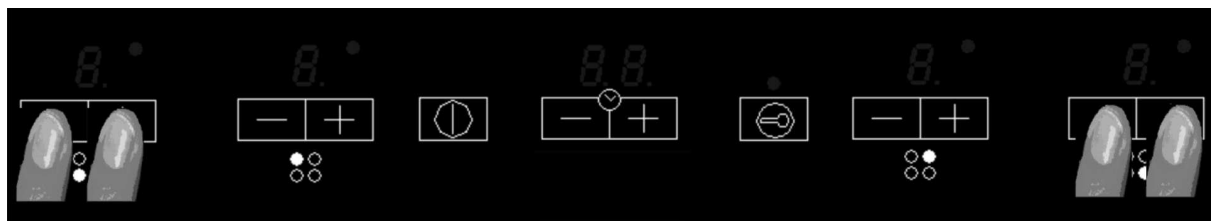

Рис. 14
- Одновременно нажмите кнопки выбора переднего левого нагревательного элемента 2 и переднего правого нагревательного элемента 1 (рис. 14).